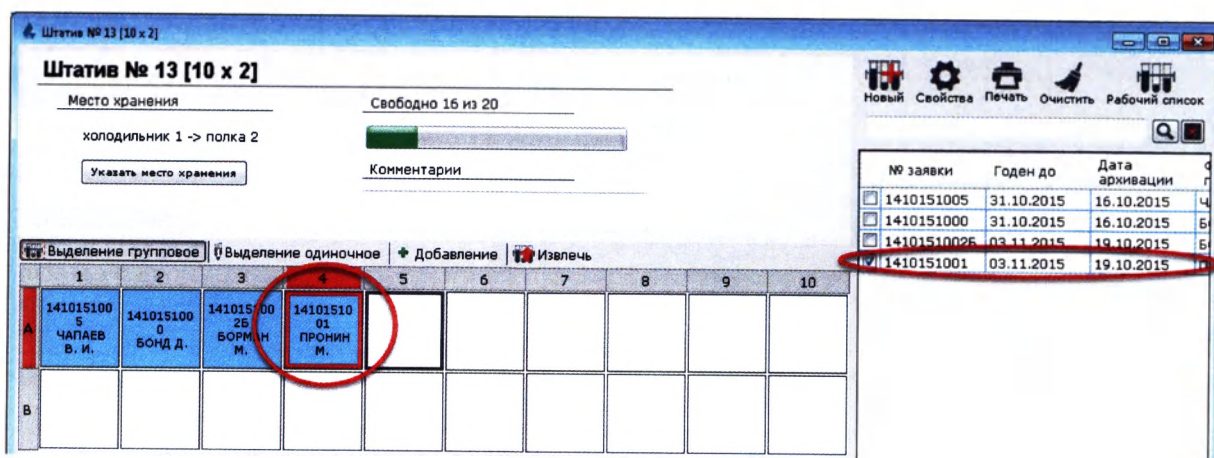

Рисунок 13.29
2. Отсканируйте штрихкод с пробирки, найденная пробирка будет выделена в штативе и в списке пробирок (Рисунок 13.29):